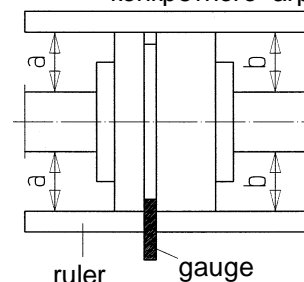
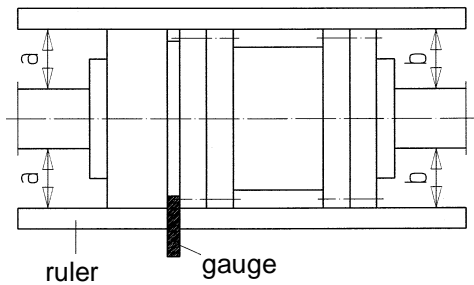

Рис. 4 - Регулировка муфты с линейкой (ruler) и калибром (gauge).
Рис. 5 - Регулировка муфты при наличии проставка.
- Регулировка считается правильной, если линейка, положенная продольно на обе полумуфты, оказывается равноудаленной от любого из валов в любых точках окружности, а расстояние между торцами полумуфт, измеряемое простым или цифровым калибром согласно Рис.4 или Рис. 5, остается неизменным при любых взаимных поворотах валов.. Допустимые зазоры для муфт см. в п. 5.3.3., и в технической документации конкретного агрегата.